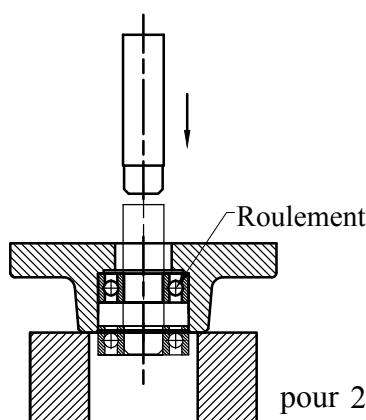

Fig. 8
7. Utiliser une presse pour presser les roulement. Voir fig. 8.